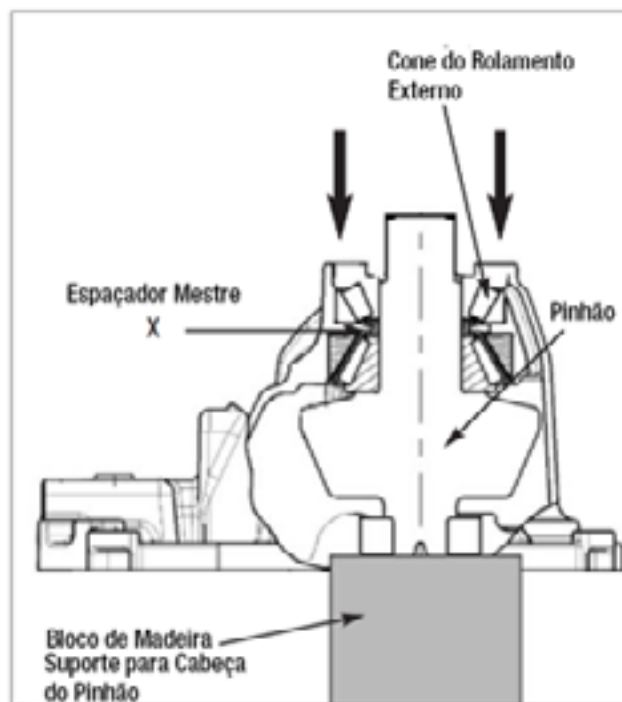

Fig. 2.25
8. Encaixe um espaçador mestre X (de tamanho máximo 23,500 mm) no diferencial (Fig. 2.25).
Ao usar uma prensa para encaixar o cone de rolamento externo no pinhão, sempre apoie a cabeça do pinhão com um bloco de madeira adequado (Fig. 2.25). Não fazer isso pode resultar em danos à caixa fundida do diferencial ou ao conjunto do Pinhão.